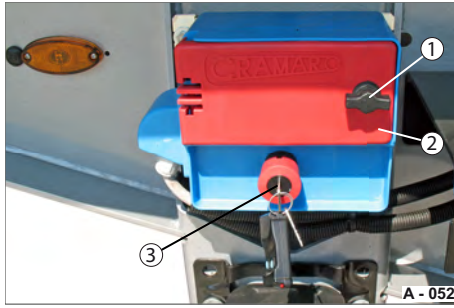

Abb. 81 Bedieneinheit aktivieren
- ▶ Entriegeln Sie die Schutzklappe (Abb. 81/2) mit dem Drehknopf (Abb. 81/1).
- ▶ Deaktivieren Sie den Not-Aus-Schalter (Abb. 81/3) mit dem Schlüssel.